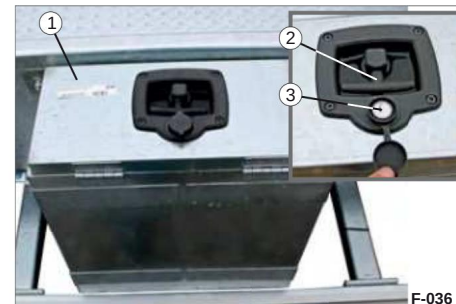

Bild 62 Verktugslåda stängd
• Ta bort locket (bild 62/3) från låscylindern och lås upp locket (bild 62/1) med en nyckel.